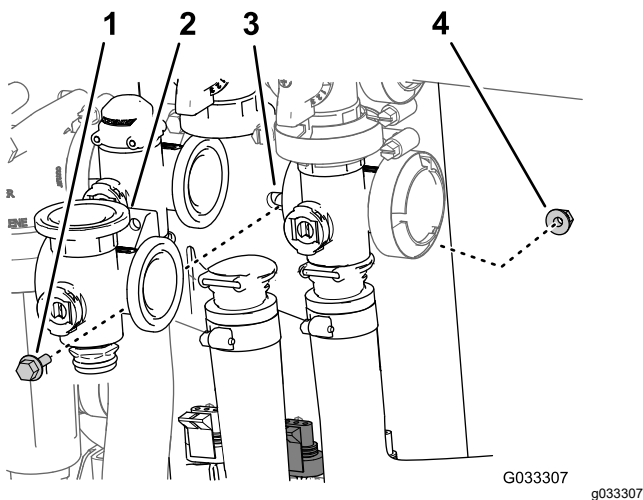

Рисунок 71
3. Отверните болт с фланцевой головкой и фланцевую контргайку, которые крепят клапан перемешивания к опоре крепления клапанов, и снимите коллектор клапана с машины (Рисунок 71).